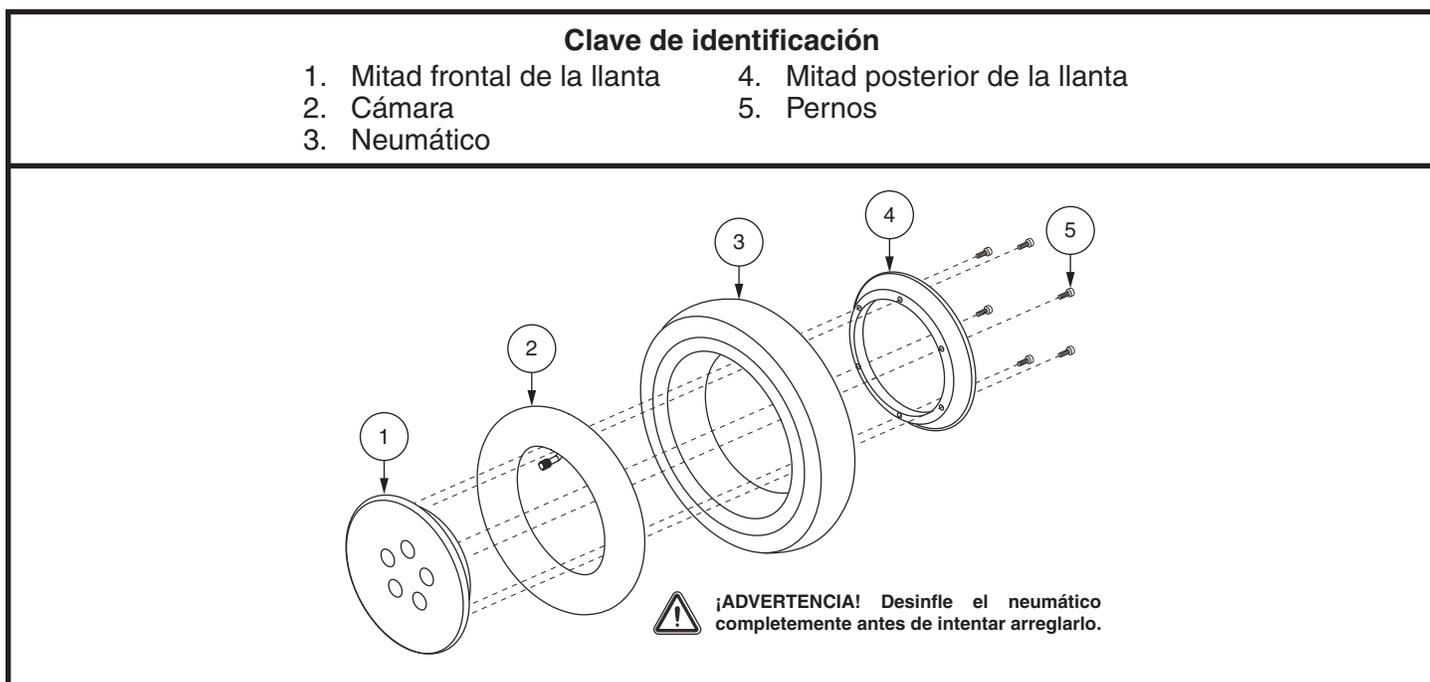

Figura 17. Rueda motriz de Aspen desmontada
6. Retire los tornillos que mantienen unidas las dos coronas. **Ver figura 17.**